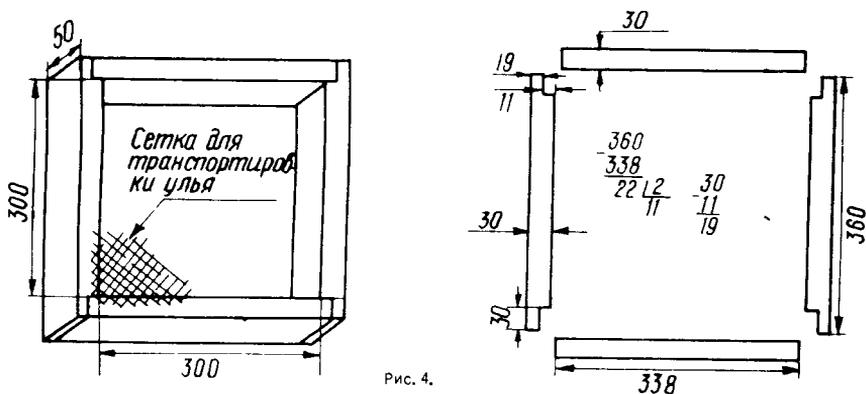

Рис. 4.
**КАССЕТА** (рис. 4) универсальная. Служит для образования маточников и сбора маточного молока. В комплекте с сеткой используется при транспортировке пчел. Общий вид улья на рисунке — без данной кассеты. Рис. 4: а, б — стенки кассеты.